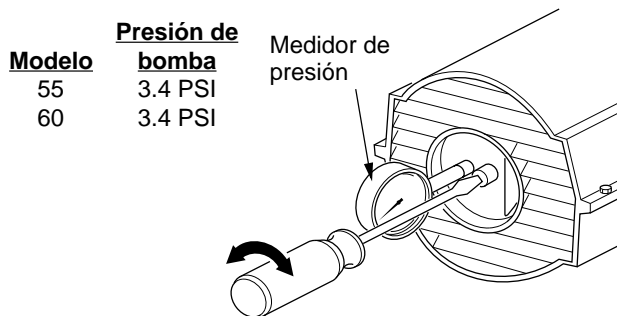

Figura 9 - Ajuste de la presión de la bomba
4. Ajuste la presión. Gire la válvula de escape hacia la derecha para incrementar la presión. Gire la válvula de escape hacia la izquierda para disminuir la presión. Consulte las especificaciones a continuación para la presión correcta (consulte la figura 9).